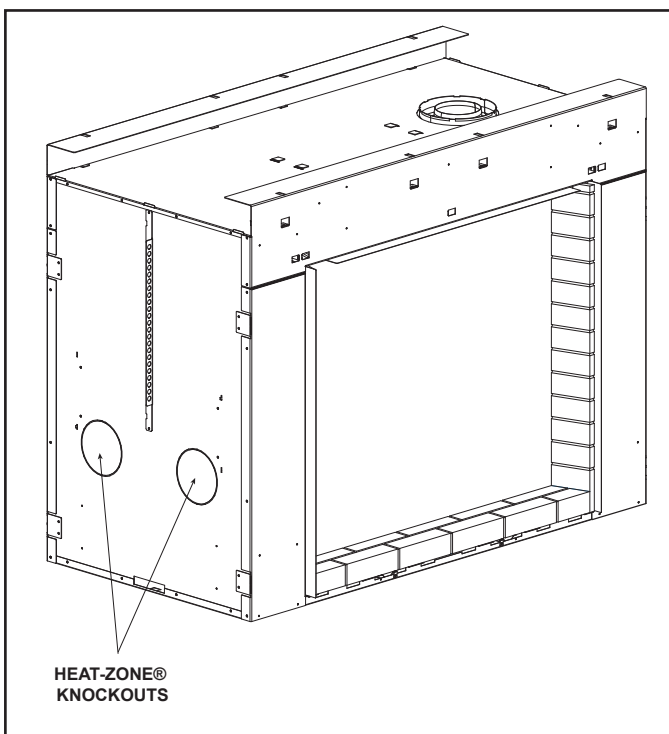

Figure 11.8 Orifices pré-percés pour le Heat-Zone®
1. Retirez le couvercle pré-percé de la partie latérale de l'appareil et jetez-le. Voir la figure 11.8.